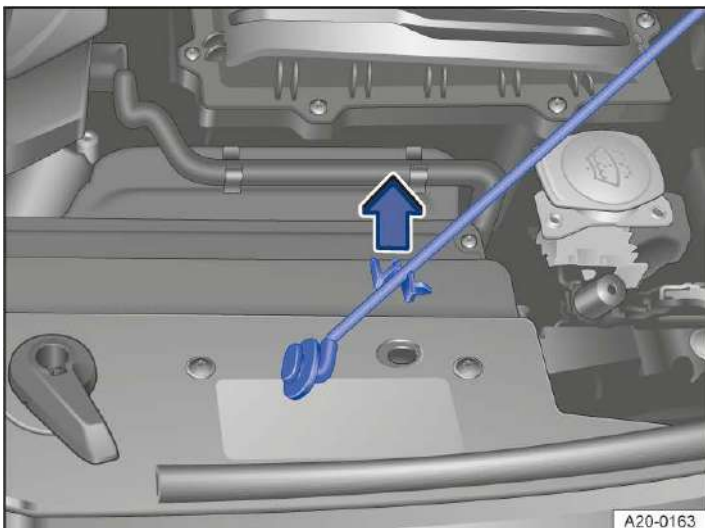
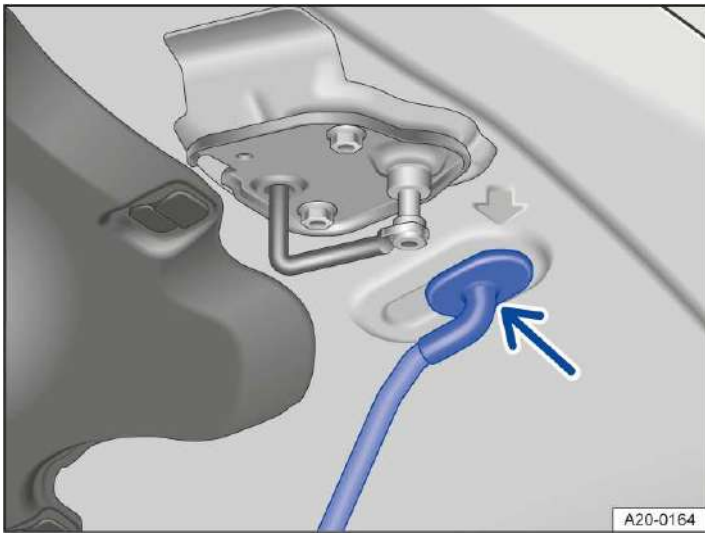

Abb. 3 Im Frontraum: Klappenstütze in der
Abb. 4 An der Frontklappe: Aufnahme für die Klappenstütze.
4. Klappenstütze in Pfeilrichtung aus der Halterung → *Abb. 3* nehmen und in die Öffnung → *Abb. 4* einsetzen.
2. Klappenstütze aus der Öffnung → *Abb. 4* aushaken und in die Halterung stecken → *Abb. 3*.